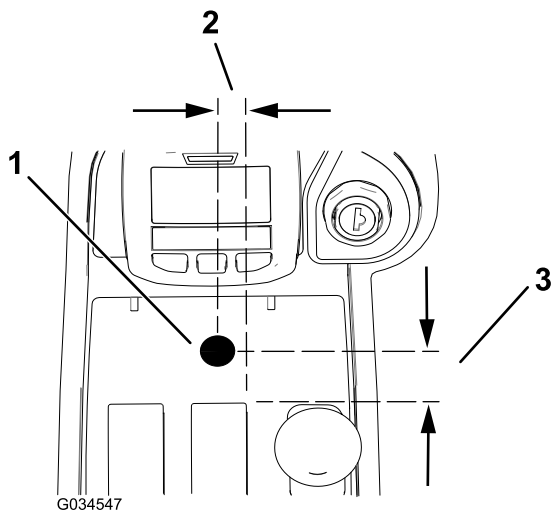

图 15
- 在中央控制台钻一个 13mm 的孔请参阅图 15 了解正确的方向。